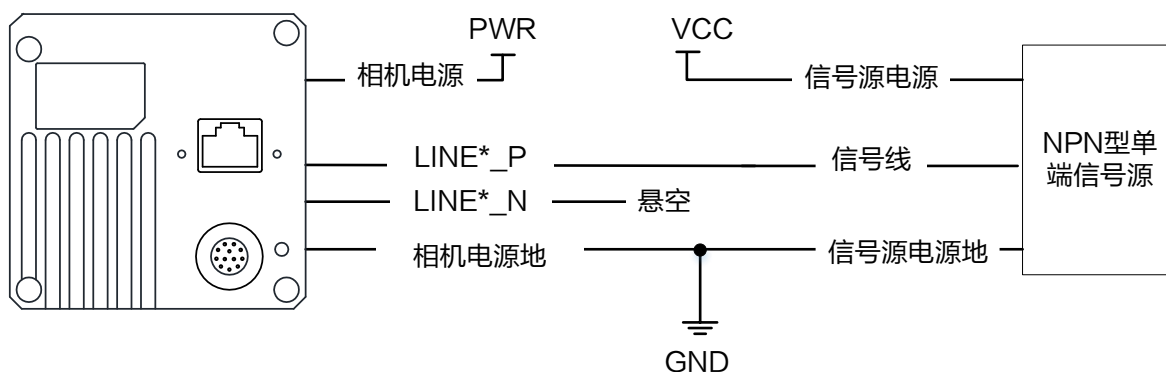

图7-6 NPN 单端输入接线（无需上拉电阻）
- NPN 型单端信号源提供信号源时，有两种不同的接法，如图7-6和图7-7所示，其中图7-7接线图中上拉电阻阻值范围为 1 ~ 10 K Ω 。